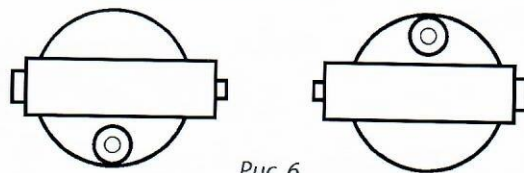

Рис. 6
- С помощью подъемных винтов установите пузырек в центр круглого уровня и поверните зрительную трубу на 180° . Пузырек должен остаться в центре. В противном случае необходимо произвести юстировку (рис. 6).